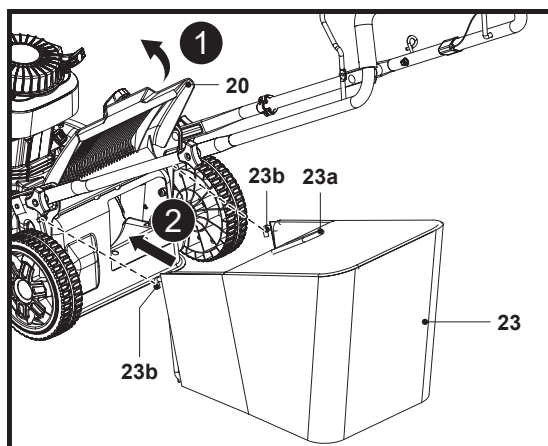

Fig. 5
3. Ouvrir le déflecteur arrière (20) et le maintenir ouvert (Fig. 5, étape 1).
4. Transporter le bac de ramassage (23) par sa poignée de transport (23a).
5. Aligner les deux crochets du bac de ramassage (23b) sur les fentes et y accrocher le bac de ramassage (23) (Fig. 5, étape 2).
6. Ensuite, dégager soigneusement le déflecteur arrière (20).